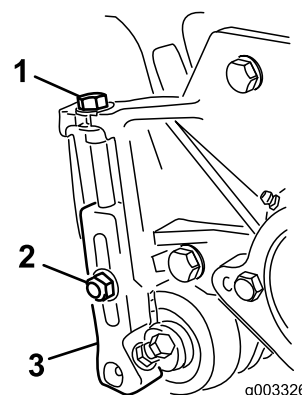

Figure 11
3. Desserrez les contre-écrous qui fixent les supports de hauteur de coupe aux plaques latérales du plateau de coupe (Figure 11).